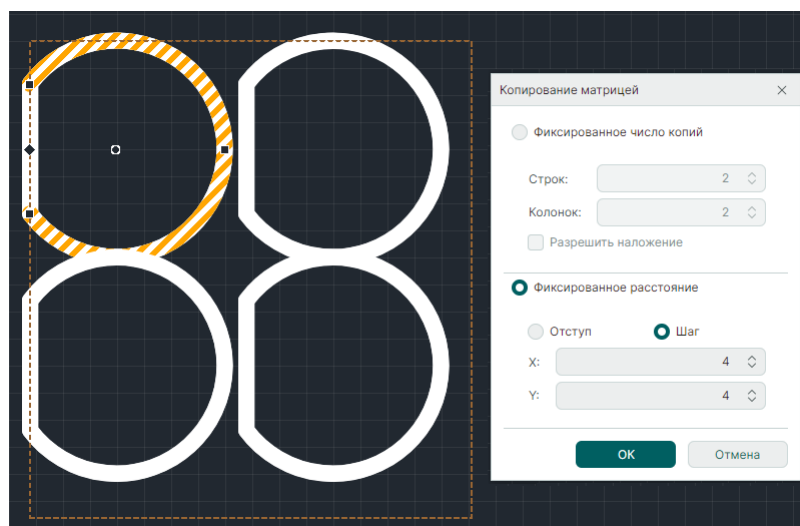

Рис. 279 Фиксированное расстояние. Размещение
- «Фиксированное расстояние», см. Рис. 279.